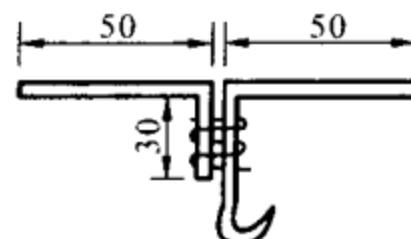

图2-57 铁丝
(1) 用8号或10号铁丝两段，长度分别为80mm和100mm，各在50mm处弯曲成直角，在较长的100mm铁丝上弯一圆形钩，如图2-57所示，这样简易的挂钩就制成了。在安装时，分别把这两段变成直角的铁丝50mm那端，插入楼板上钻好的孔内，有钩和短的一端(30mm的一端)，露在楼板外面，两端铁丝合并，再用细一些的铁丝扎紧，这样的钩子就可挂上瓜子链。这种做法安全可靠。